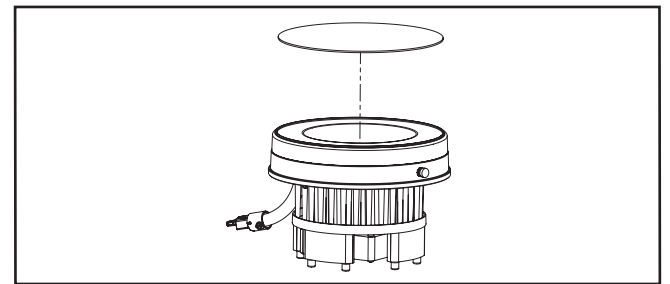

Figura 5.
2. Inserte la lente en el reflector blanco. (Figura 5.)